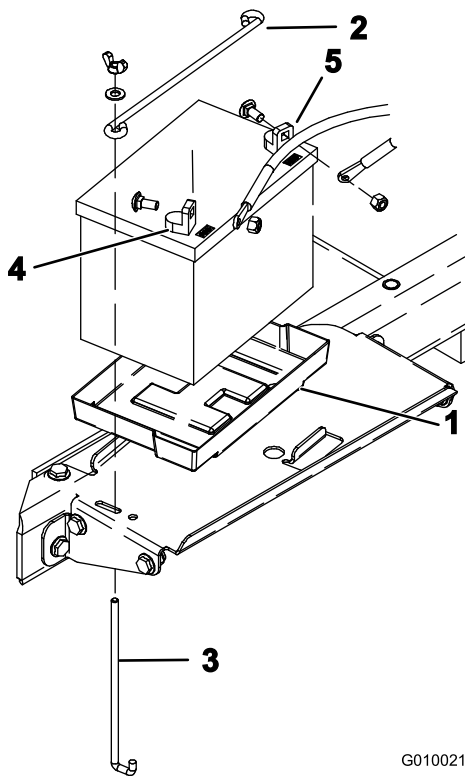

Figure 6
- Insérez la batterie dans le support de son compartiment (Figure 6) en veillant à tourner les bornes vers l'extérieur.
- Fixez la batterie au fond de son compartiment avec une barre de retenue, 2 tiges verticales, 2 rondelles plates et 2 écrous à oreilles (Figure 6).
10. Commencez par fixer le câble positif (rouge) à la borne positive (+) de la batterie avec un boulon et un écrou (Figure 6). Fixez ensuite le câble négatif (noir) à la borne négative (-) de la même manière (Figure 6). Placez le capuchon en caoutchouc sur la borne positive pour éviter les courts-circuits.